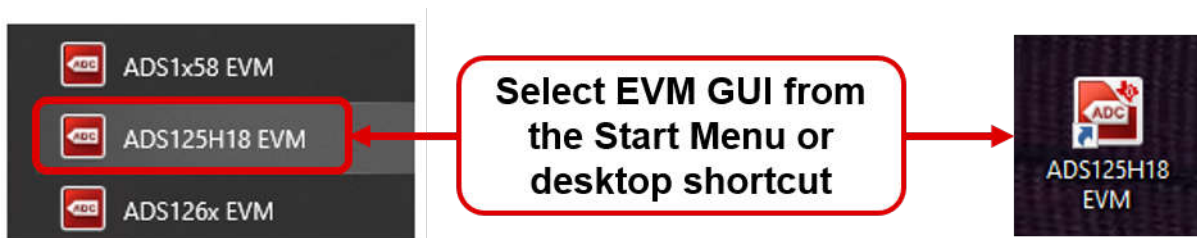

図 4-2. EVM GUI ソフトウェアの起動
5. 図 4-2 に示されたソフトウェア GUI を起動。PHI に FPGA ファームウェアがロードされると、LED がゆっくり点滅します。これには数秒程度かかります。